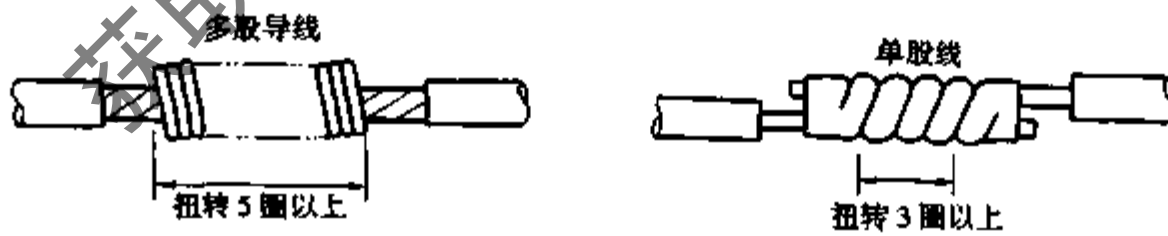

图 3-33 接地线的连接方法
(4) 如何连接接地线。如果接地的导线太短,接不到室内空调器的接地端,或者多个接地棒需要连接,可用图 3-33 所示的方法连接导线。